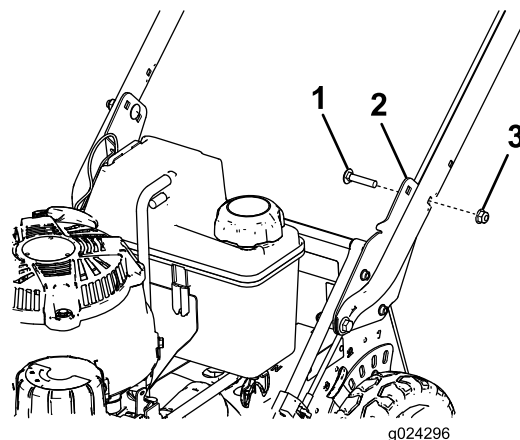

Рисунок 6
6. Прикрепите рукоятку к кронштейнам рукоятки на необходимой высоте при помощи двух каретных болтов (5/16 x 1-1/2 дюйма) и двух фланцевых гаек (5/16 дюйма), как показано на Рисунок 6.